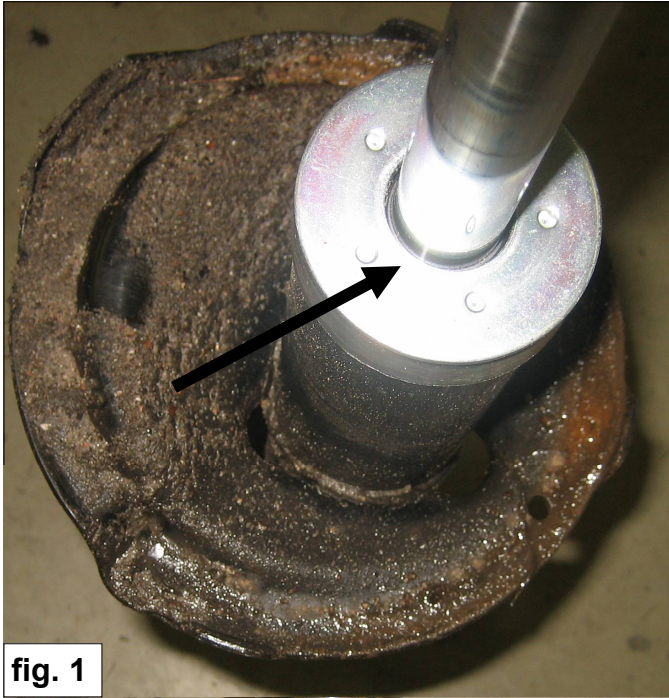

fig. 1
2. Maak de bovenkant van de zuigerbuis van de schokdemper vetvrij. Zie fig. 1
3. Plak het meegeleverde kunststof schoteltje **S** direct boven op de zuigerbuis van de schokdemper aan de voorzijde van de auto. Zie fig. 1 en 2.
2. Make the top of the shock absorber free of fat. See fig. 1.
3. Stick plastic disk **S** (supplied) directly above the suction tube on the front shockabsorber. See fig. 1 and 2.
2. Machen Sie dem Stoßdämpfers an die obere Seite fettfrei. Siehe Abb. 1.
3. Den mitgelieferten Kunststoffteller **S** oben auf dem Stoßdämpferrohr des vorderen Stoßdämpfers kleben. Siehe Abb. 1 und 2.
2. Dégraissez la partie supérieure du tuyau d'aspiration de l'amortisseur. Voir fig. 1.
3. Placez la coupelle jointe en plastique **S** directement au-dessus de la tige de l'amortisseur avant. Voir fig. 1 et 2.
2. Gör rent toppen av stötdämparen från fett.. Se fig.1.
3. Placera den bifogade plastskålen **S** direkt ovanpå den främre stötdämparens kolvstång. Se fig. 1 & 2.